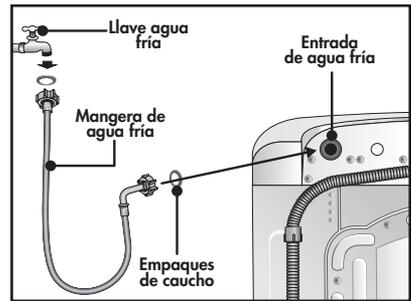

Figura 8
- Para la instalación de la manguera tenga en cuenta la siguiente información: El acople en forma de codo siempre va conectado a la válvula de entrada de agua fría de la lavadora. Luego conecte el otro extremo de la manguera al suministro de agua residencial. **(Ver figura 8).**